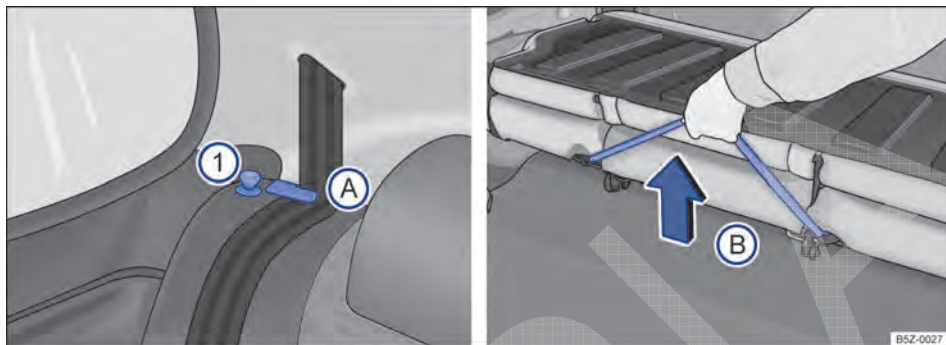

Fig. 71 Banco traseiro: pinos de destravamento ①; posicionador para os cadarços dos cintos ②; alça para destravamento do conjunto do assoalho ③.
- Posicionar os cadarços dos cintos de segurança nos seus respectivos posicionadores → Fig. 71 ②.
- Levantar o pino → Fig. 71 ① de destravamento em ambos os lados para cima e, ao mesmo tempo, rebater o encosto do banco traseiro para frente.
- Puxar a alça → Fig. 71 ③ para destravar o conjunto do assoalho e, ao mesmo tempo, levante-o **cuidadosamente** na direção dos bancos dianteiros.
- Segurar o banco traseiro pela alça → Fig. 71 ③ e, soltar de uma altura de 15 cm. ▶
- Retirar os cadarços do cinto de segurança do posicionadores → Fig. 71 . Para veículos com cintos de três pontos fixos, recolocar as linguetas nos respectivos fechos.